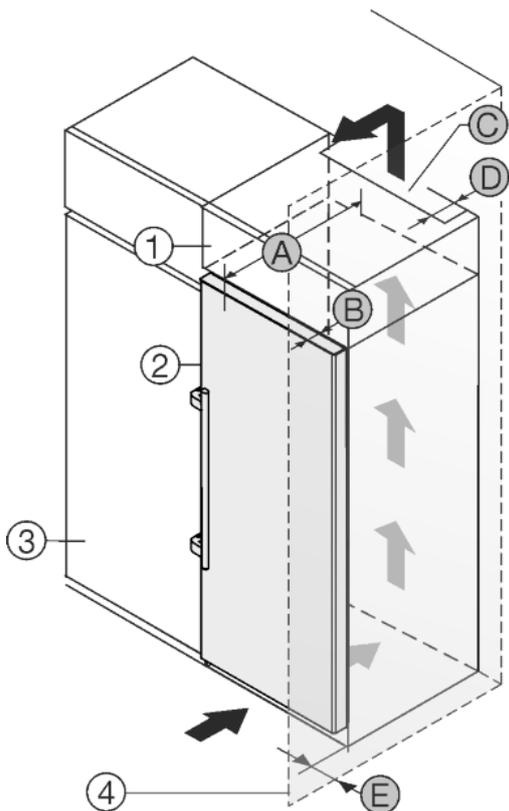

Fig. 20
Ierīci var iebūvēt virtuves skapjos. Lai salāgotu ierīci Fig. 20 (2) ar nišas augstumu, virs tās var ierīkot uzliekamu skapīti Fig. 20 (1).
Ierīci var uzstādīt tieši blakus virtuves skapim Fig. 20 (3). Lai varētu pilnīgi atvērt durvis, ierīcei jābūt izvirzītai par dziļumu Fig. 20 (B) attiecībā pret virtuves skapja priekšdaļu. Atkarībā no virtuves skapju dziļuma un sienas spraišu izmantošanas ierīce var būt vairāk izvirzīta.
- Uzliekamā skapīša aizmugurē ir jābūt ventilācijas spraugai ar dziļumu Fig. 20 (D) visa uzliekamā skapīša platumā.
- Zem telpas griestiem jāievēro ventilācijas šķērsriezums Fig. 20 (C).
Ja ierīce ar šarnīriem tiek uzstādīta blakus sienai Fig. 20 (4), jāievēro attālums Fig. 20 (E) starp ierīci un sienu. Tas atbilst atlikušajam attālumam līdz rokturim pie atvērtām durvīm.